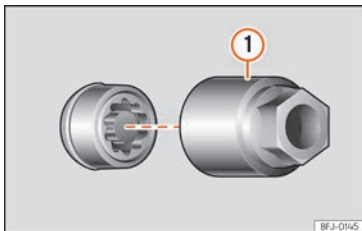

Fig. 74 Boulon antivol de roue avec capuchon et adaptateur.
- Enclenchez l'adaptateur spécial »» fig. 74 ① (outillage de bord) sur le boulon de roue antivol jusqu'en butée.